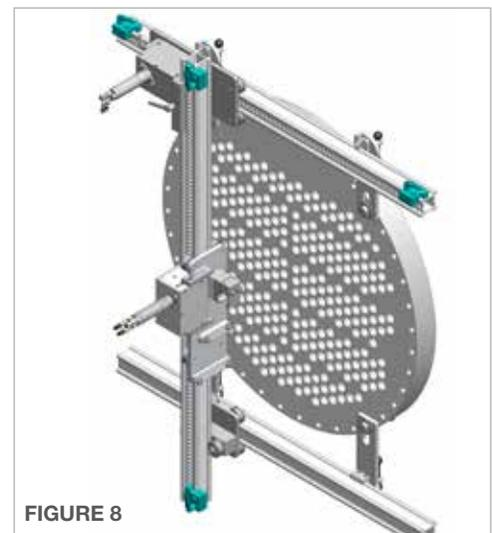

FIGURE 8
8. Posez les quatre **butées de rail** aux deux extrémités du rail supérieur fendu horizontal et aux deux extrémité du rail fendu vertical. **(Figure 8)**